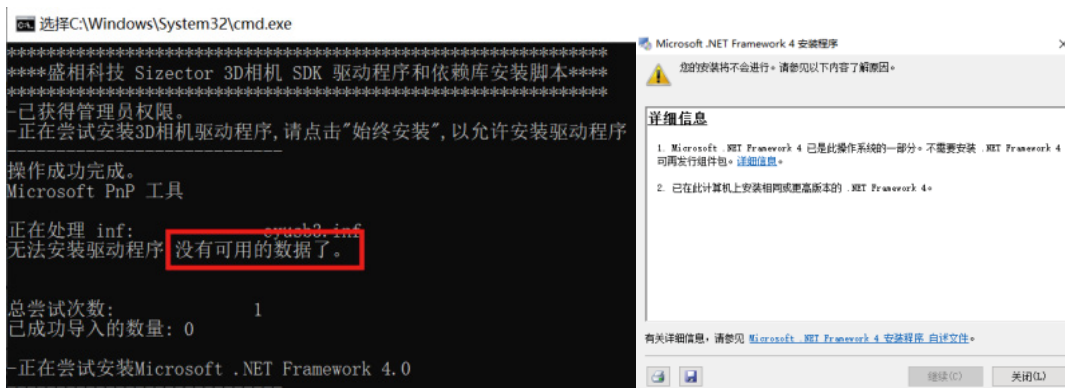

图3.4 批处理运行界面及.NET Framework安装界面
①当已安装USB3.0的驱动后, DOS安装界面会提示“没有可用的数据了”, 这时会自动进入下一步安装.NET Framework 4。
②如果已安装.NET Framework 4, 根据弹窗提示选择“关闭”按钮, 如果没有安装则点击“安装”按钮进行安装, 如图3.4: